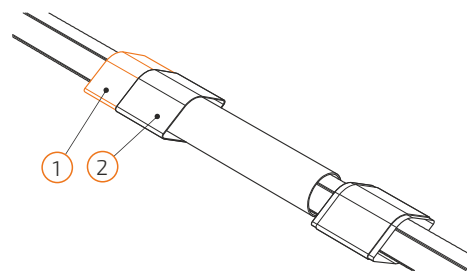

Рис. 4.7.6
- Удалить упаковочную пленку 1 с внутренней поверхности термоусаживаемого рукава 2 (рис. 4.7.6).